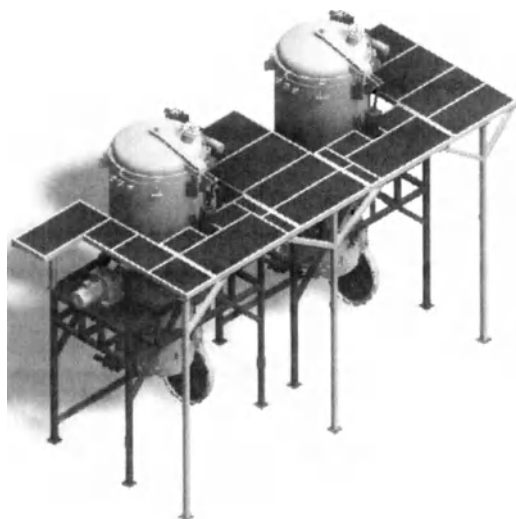

Рисунок 13
- ◆ Соберите верхнюю часть платформы, поднимите в положение установки и соедините с короткими колоннами при помощи болтов, но не затягивайте их; отрегулируйте положение длинных колонн, соедините их с верхней частью платформы и затем затяните болты. (Рис. 13)